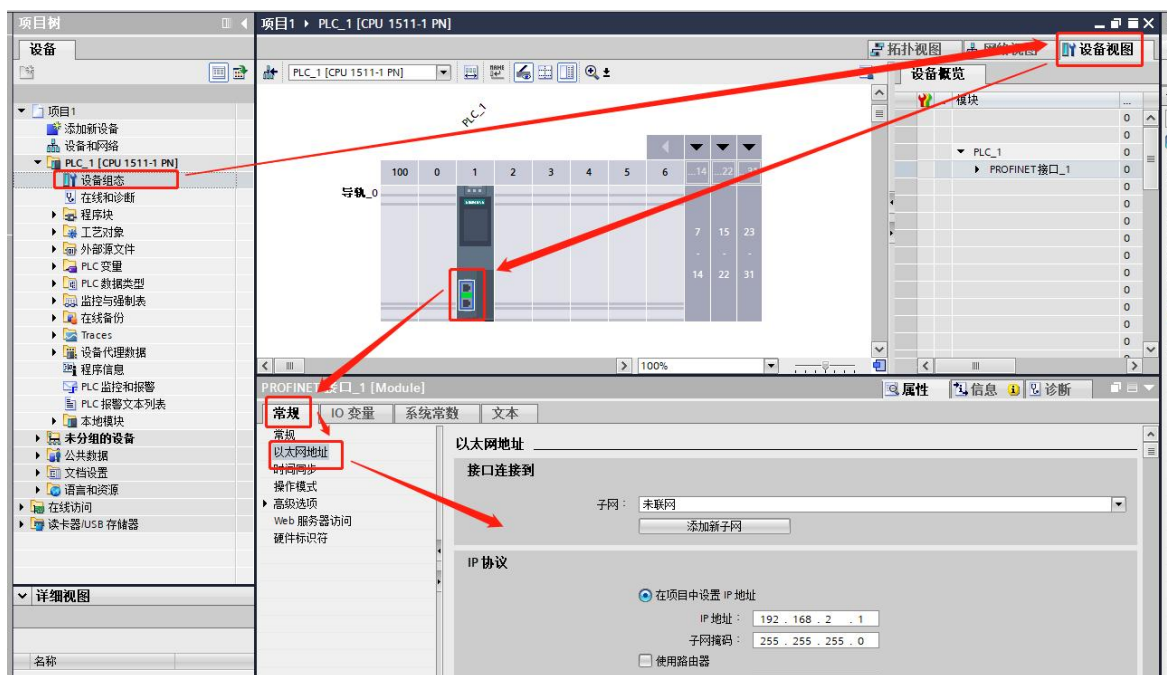

图 12 主站网络配置
(1)如图 12 所示：在左边点击“设备组态”。双击视图 PLC 上的网络接口，在下方选中“属性” -> “常规” -> “以太网地址”，设置主站网络相关设置。